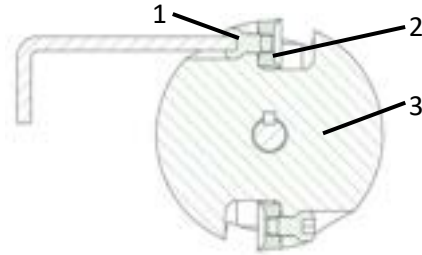

Abb. 17: Messer wechseln
- > Lösen Sie die Messerschrauben (1 – Abb.17) am Fräskopf (3 – Abb.17) mit einem Innensechskantschlüssel.
- > Tauschen Sie die Rundmesser (2 – Abb.17) oder drehen Sie die Rundmesser um 180°.